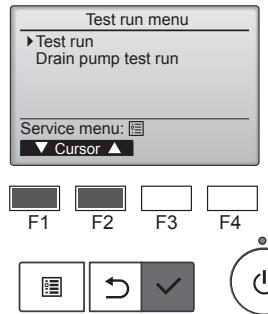

Fig. 8-2
- ② Velg "Test run" (Testkjøring) fra Testkjøring-menyen, og trykk på [VELG]-knappen. (Fig. 8-2)
- ③ Testkjøringen starter, og Testkjøring-driftsskjermen vises.